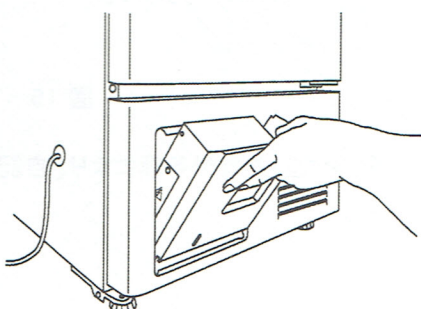

図 12
3. 記録計の感温部をフレーム左側面の感温部取出口から外に出し、記録計取付金具をフレーム前面下のパネル左側に取付けます。(図 12)